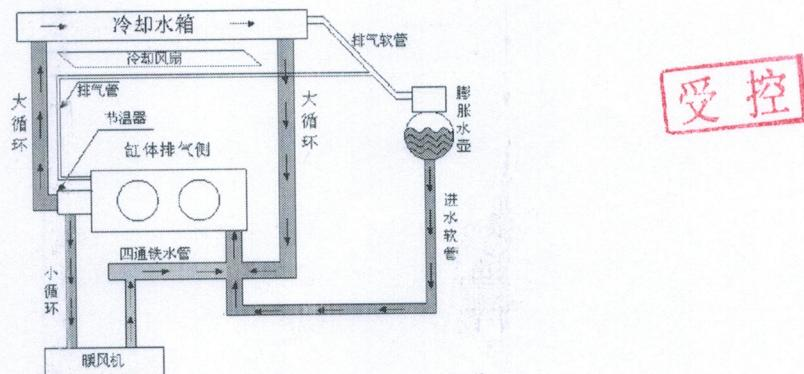

图 5：发动机水路安装示意图
- ◆ 发动机水路安装如图 5 所示：增程器机组出厂时暖风循环接口已用硅胶帽封堵，用户可根据需要自行连接暖风循环。